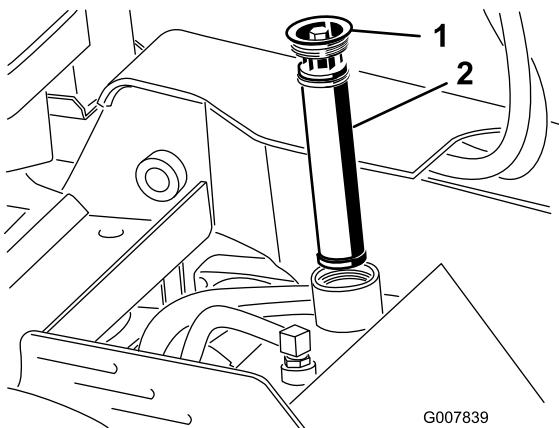

Figura 19
5. Limpe a área em torno do tubo de enchimento do depósito do hidráulico e retire a tampa e o filtro do tubo de enchimento utilizando uma chave (Figura 19).